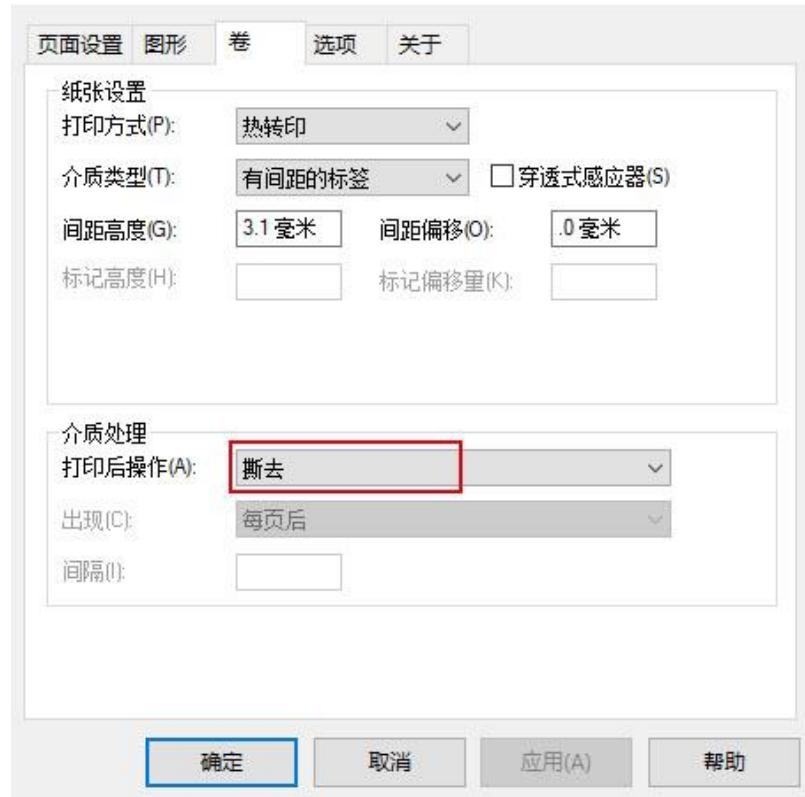

图 2-23
- 右键单击已安装好的打印机驱动图标，选择打印机首选项，选择“卷”->“介质处理”->“打印机后操作”->“撕去”，开启打印机的撕纸功能。如图 2-23 所示。